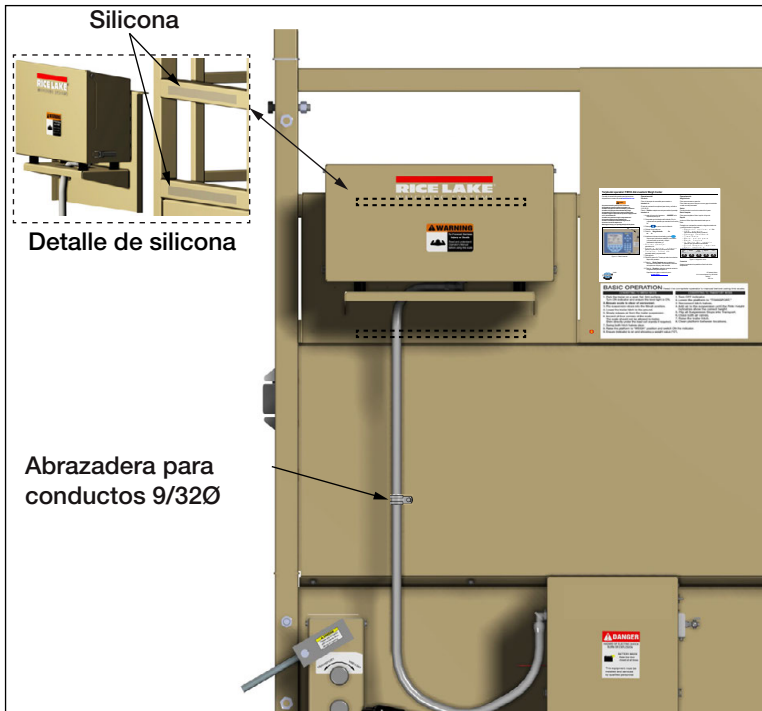
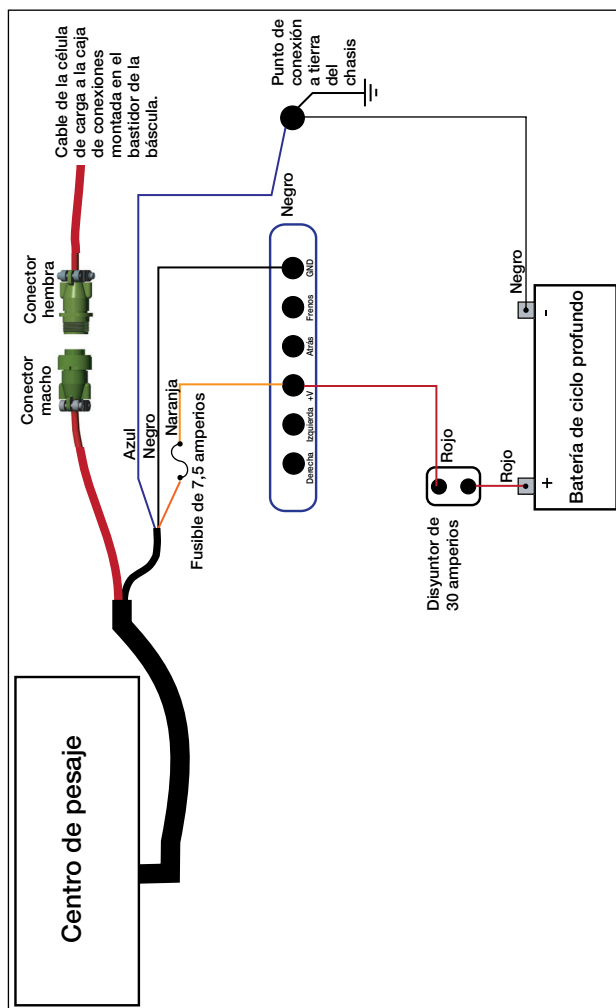

Figura 1-10. Montaje del centro de pesaje
Figura 1-11. Diagrama de cableado
Siga los siguientes pasos para montar el centro de pesaje 920i en la báscula para animales (consulte la Figura 1-10 en la página 15 y la Figura 1-11 en la página 16).
2. Conecte los hilos de alimentación como se muestra en la Figura 1-11 en la página 16.